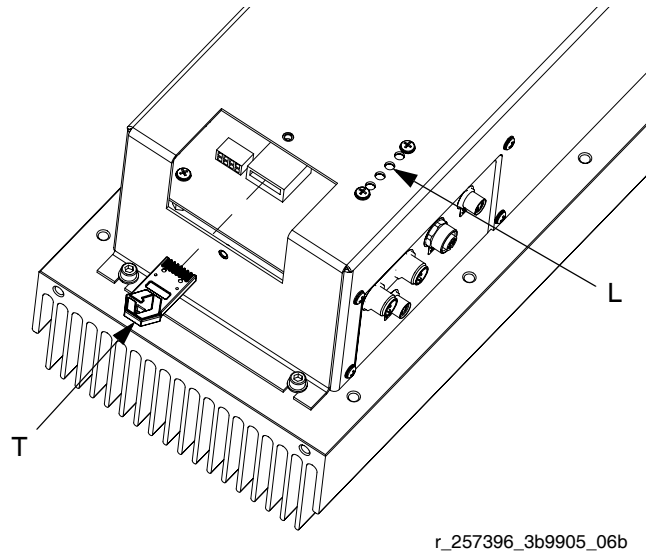

FIG. 20: Instalación de la Ficha
4. Encienda la fuente de alimentación. El LED rojo (L) parpadeará hasta que el software está cargado. Vea FIG. 20.
5. Retire la Ficha (T) cuando el software lo haya cargado o no se requiera más la Ficha.
6. Reemplace la cobertura de acceso (D).